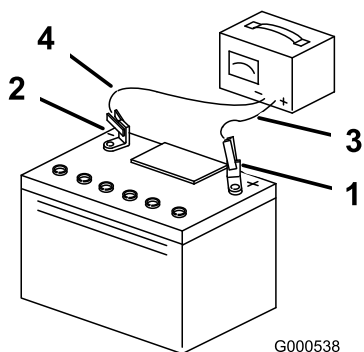

Figure 55
5. Quand la batterie est chargée au maximum, débranchez le chargeur de la prise, et débranchez les fils du chargeur des bornes de la batterie (Figure 55).